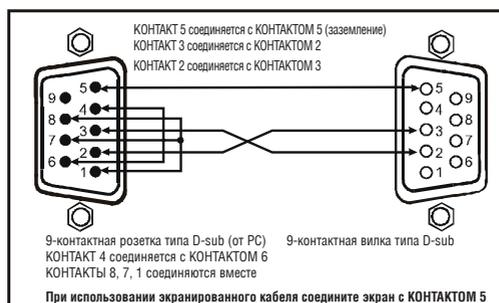

Рис. 3. Подсоединение PC без использования нуль-модемного адаптера
- Подсоедините 9-контактный порт RS-232 типа D-sub на PC к 9-контактному порту RS-232 типа D-sub на задней панели **VM-24H** в соответствии с рис. 3.